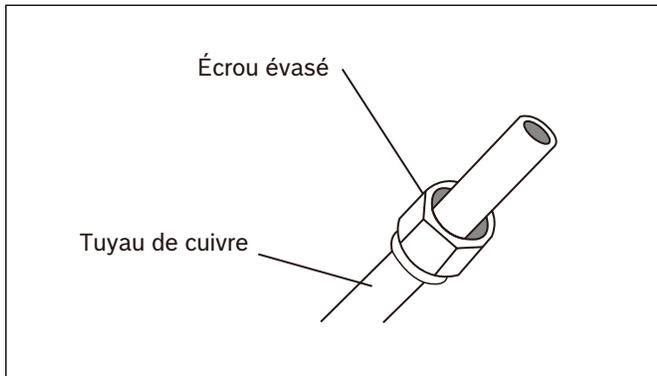

Figure 14
- Placez les écrous évasés aux deux extrémités du tuyau. Assurez-vous qu'ils sont orientés dans la bonne direction, car vous ne pouvez pas les mettre ou changer leur direction après l'évasement. Voir la Figure 14.